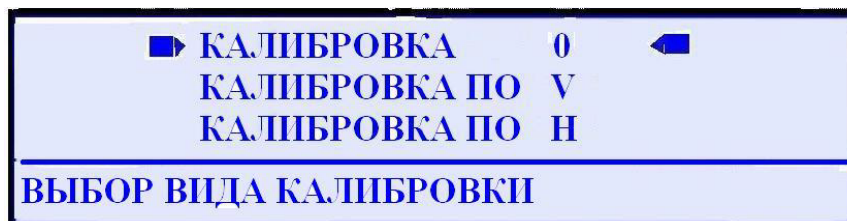

Рис.5.19.
- Меню калибровок (рис.5.19) содержит следующие калибровки: